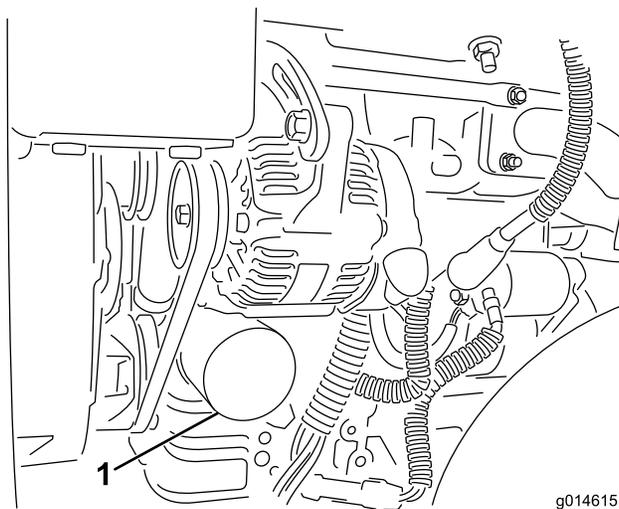

Figure 48
2. Déposez le filtre à huile (Figure 48). Appliquez une fine couche d'huile sur le joint du filtre de rechange.